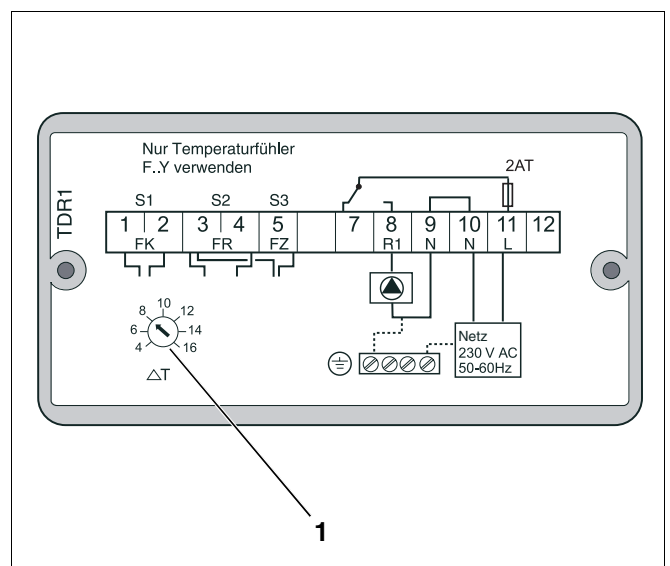

Abb. 7 Temperatur-Differenz-Regler TDR 1 – Rückseite
- Gewünschte Temperaturdifferenz  $\Delta T$  am Potentiometer (Abb. 7, **Pos. 1**) einstellen (Werkseitige Einstellung:  $\Delta T = 8\text{ K}$ ).